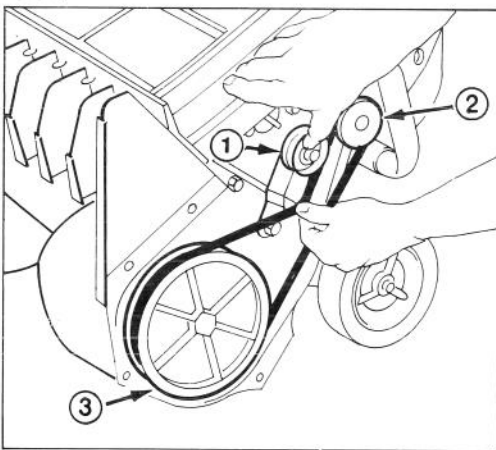

Fig. 9
3. POUR ENLEVER LA COURROIE (Fig. 9) — Soulevez légèrement la poulie de tension tout en tirant sur la courroie. Laissez la poulie se dégager graduellement quand elle est libérée de la courroie. NE LAISSEZ PAS LA POULIE DE TENSION SE DETENDRE BRUSQUEMENT. Enlevez la courroie des poulies du moteur et du rotor.